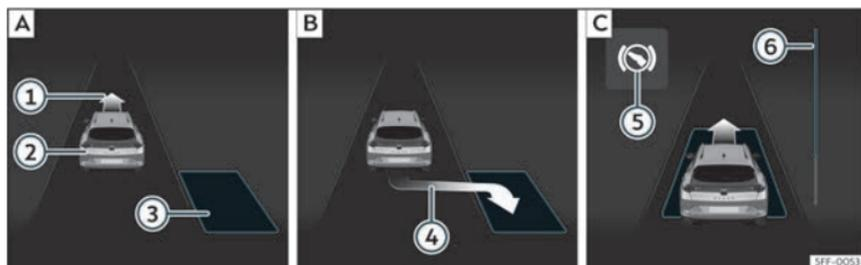
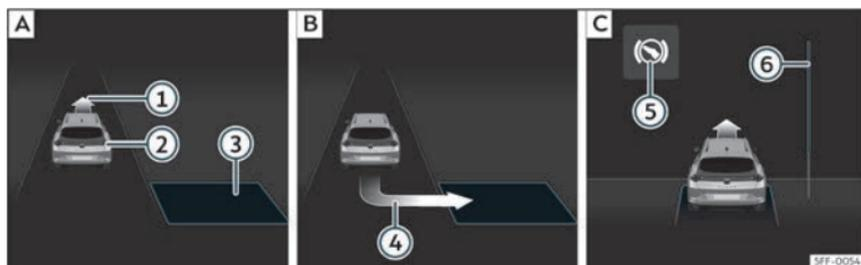

Fig. 177 Sur l'écran du combiné d'instruments : stationner en crêteau. **[A]** Chercher une place de stationnement. **[B]** Position de stationnement. **[C]** Manœuvrer.
Fig. 178 Sur l'écran du combiné d'instruments : stationner en bataille. **[A]** Chercher une place de stationnement. **[B]** Position de stationnement. **[C]** Manœuvrer.
- Regardez sur l'affichage de l'écran du combiné d'instruments si la place « appropriée » a été détectée et si la position correcte pour stationner»» fig. 177 [B] ou»» fig. 178 [B] a été atteinte. La place sera considérée comme « appropriée » si l'indication de stationnement ④ apparaît à l'écran du combiné d'instruments.
- Reculez jusqu'à ce que retentisse le signal continu du ParkPilot ; **OU** : reculez jusqu'à ce que l'indication de passer en marche avant »» fig. 177 [C] ou»» fig. 178 [C] apparaisse à l'écran du combiné d'instruments ; **OU** : reculez jusqu'à ce que le message **Park Assist terminé** apparaisse à l'écran du combiné d'instruments. La barre de progression ⑥ indique la distance à parcourir»» page 302.
- Reculez jusqu'à ce que retentisse le signal continu du ParkPilot ; **OU** : avancez jusqu'à ce que l'indication de passer en marche arrière apparaisse sur l'écran du combiné d'instruments. Le système de stationnement assisté dirige le véhicule en marche avant et en marche arrière jusqu'à ce qu'il soit centré sur la place»» fig. 177 [C] ou»» fig. 178 [C].
La barre de progression »» fig. 177 ⑥ et»» fig. 178 ⑥ affiche symboliquement la distance relative qu'il reste à parcourir à l'écran du combiné d'instruments. Plus la distance est grande, plus la barre de progression est remplie. En circulant en marche avant, le contenu de la barre de progression diminue vers le haut, et en circulant en marche arrière, il diminue vers le bas.